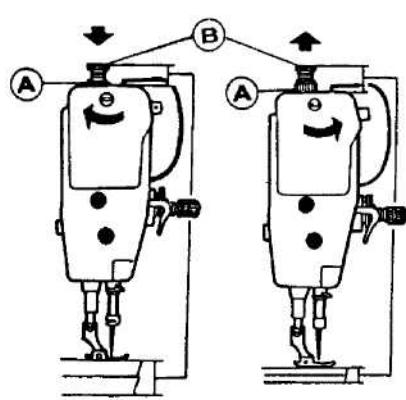

Рис.21.
(рис. 21)
Давление прижимной лапки необходимо отрегулировать в соответствии со стачиваемым материалом. Ослабьте стопорную гайку (A). Если стачиваются тяжелые материалы, поверните регулировочный винт по часовой стрелке, как показано на рис. 21 (а), чтобы увеличить давление. Если стачиваются легкие материалы, поверните регулировочный винт против часовой стрелки, как показано на рис. 21 (б), чтобы уменьшить давление прижимной лапки, затем затяните стопорную гайку (A).